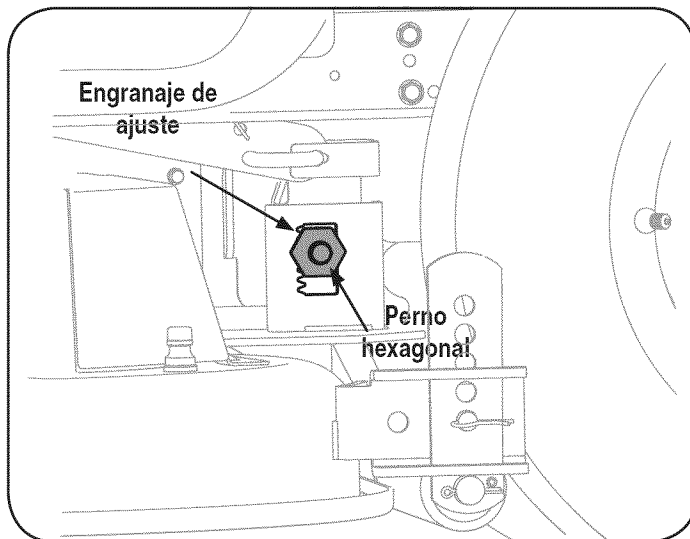

Figura 23
3. Afloje, pero NO extraiga, el perno de cabeza hexagonal ubicado en la ménsula de suspensión izquierda de la plataforma. Vea la Figura 23.
4. Con una llave, levante o baje el lado izquierdo de la plataforma girando el engranaje de ajuste. Vea la Figura 23.